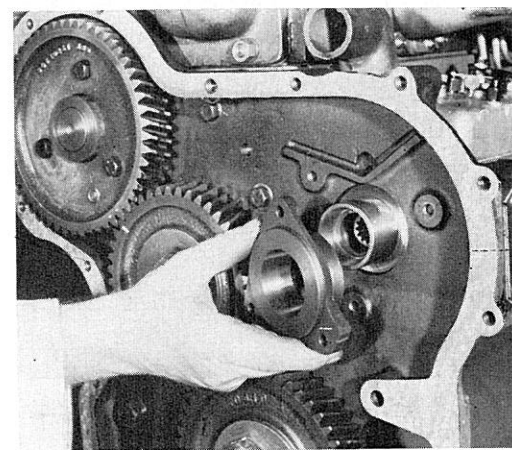

Fig. J6.
- Aligner le repère de l'adaptateur sur celui du pignon (Fig. J6).
- Retirer l'adaptateur de pignon de pompe à injection, le pignon, puis le circlip extérieur et enlever le moyeu (Fig. J6).